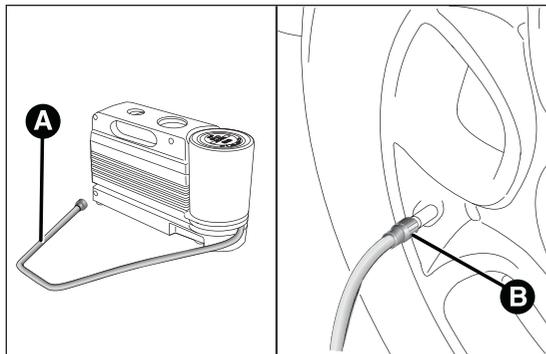

fig. 117
- Serrer le frein à main.** Dévisser le capuchon de la valve du pneu, enlever le tube flexible de remplissage A fig. 117 et visser la bague B sur la valve du pneu ;